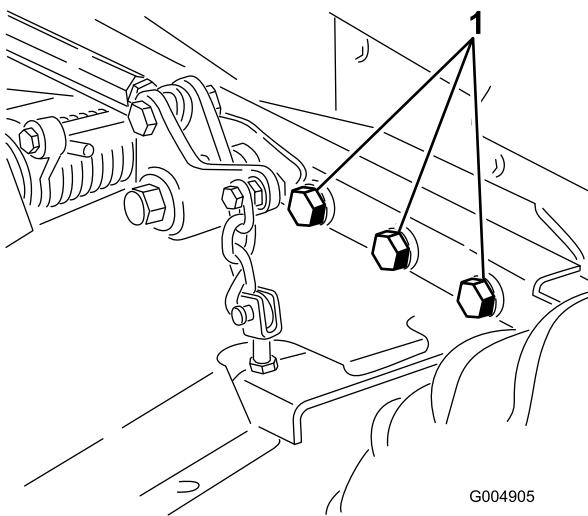

Figure 91
4. Vérifiez le serrage de toutes les fixations et resserrez-les au besoin. Serrez tout particulièrement les 6 boulons qui fixent le cadre du tablier de coupe au groupe de déplacement (Figure 91) à 359 Nm (265 pi-lb).